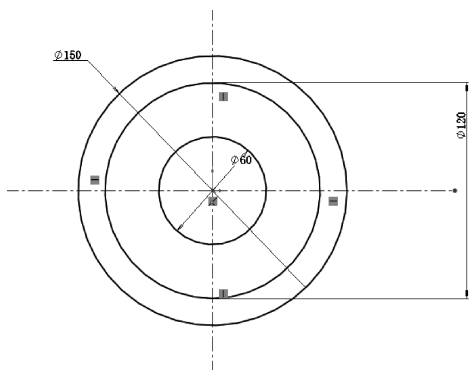

图 11-19 标注尺寸
3) 单击工具栏中的 (智能尺寸) 按钮, 选择要标注尺寸的圆, 将指针移到放置尺寸的位置, 然后单击来添加尺寸, 在修改框中键入 150, 再单击修改框中的 按钮, 接着单击图形区域, 同样方法标注其他圆的尺寸, 如图 11-19 所示。